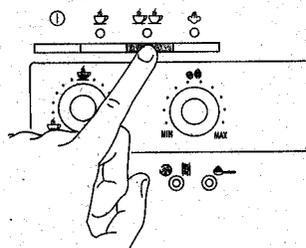

Рис. 13
- 5) 5) Нажмите кнопку ☕, рис. 12, если вы готовите 1 кофе или кнопку ☕☕, рис. 13, если готовите 2 чашки кофе. (После этого кофеварка помелит зерна кофе, выполнит короткую подачу кофе, паузу и полностью выльет кофе в чашку. После достижения требуемого количества кофеварка автоматически остановит подачу кофе и вытолкнет остатки кофе в кассету для кофейной гущи).
- 7) Для того, чтобы включить кофеварку нажмите кнопку ①. (До выключения кофеварка выполняет автоматическое споласкивание: из носиков подачи кофе выльется немного горячей воды, которая будет собрана в поддоне для сбора воды). Если кофеварка не выключается кнопкой ①, в любом случае через 3 часа и 15 минут после последнего использования, она выключится самостоятельно, выполнив сначала короткое споласкивание.